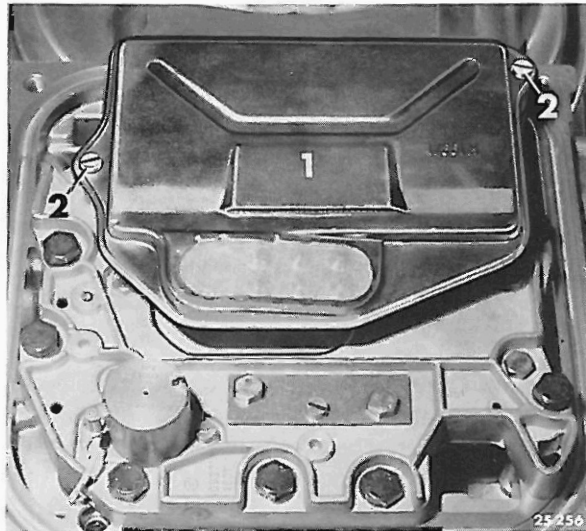

Bild 14
Wenn aus Getriebe und Drehmomentwandler kein Öl mehr abläuft, Getriebeölwanne abnehmen und Ölfilter (1) erneuern (Bild 14).